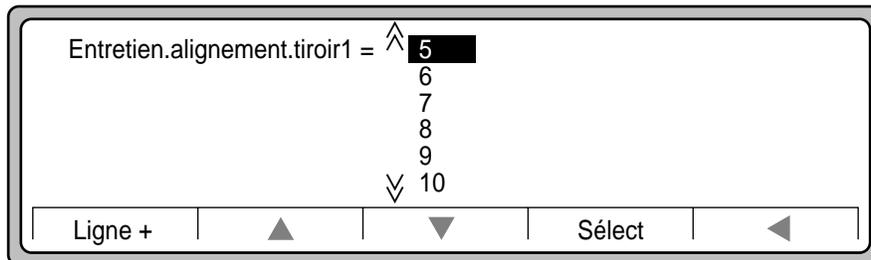

Figure 6-17 Valeurs pour le tiroir1
7. Utilisez le pointeur ▲ ou ▼ pour mettre en surbrillance la nouvelle valeur pour le bac 1, calculée en fonction de la feuille de la règle d'alignement pour l'alimentation simplex. Les valeurs sélectionnables sont comprises entre -25 et +25, (sauf pour la longueur de l'impression duplex qui va de +7 à -7). Reportez-vous à la Figure 6-17.